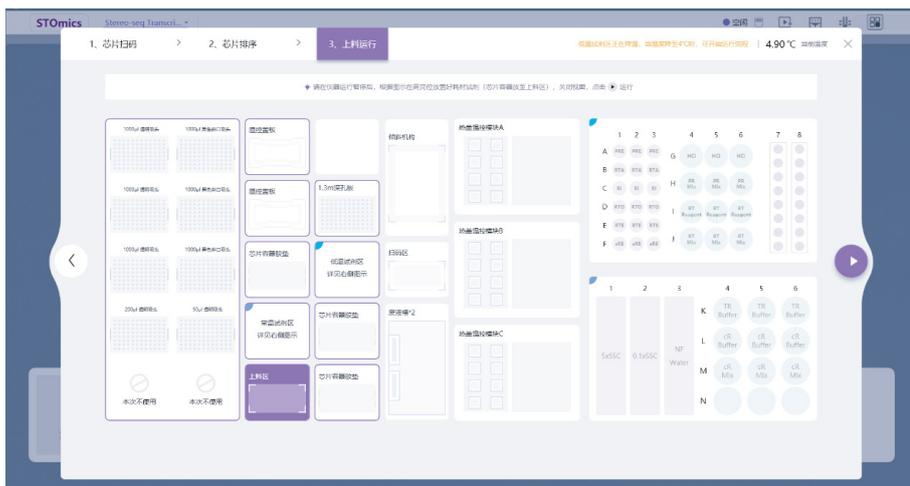

图 2-16 STOmics 软件上料运行界面
(4) 流程开始
- a. 点击翻页按钮后 ，进入如下图 2-16 的“上料运行”界面。请确保所有物料耗材已如软件界面提示的位置已放进仪器内；
- b. 将装有芯片的芯片容器按照图 2-14 所示的正确方向（芯片容器编号 1 在左上角）放置在上料区（模块所在区可参见图 2-16）；